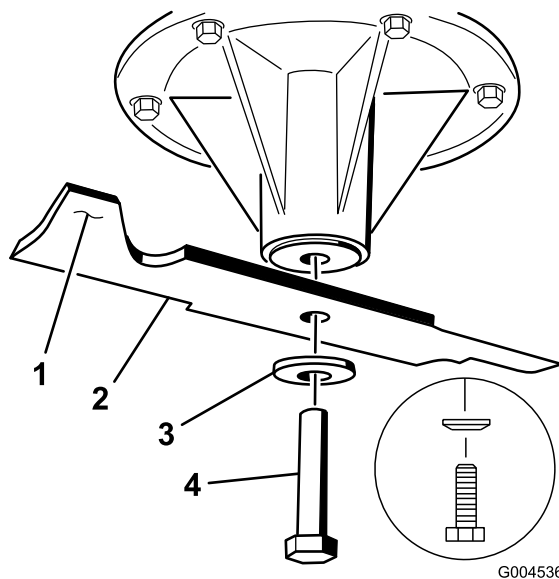

Figure 80
1. Placez la lame sur l'axe (Figure 80).
2. Mettez en place la rondelle élastique et le boulon de la lame. Le côté bombé de la rondelle élastique doit être dirigé vers la tête du boulon (Figure 80). Serrez le boulon à un couple de 115 à 150 Nm (85 à 110 pi-lb).